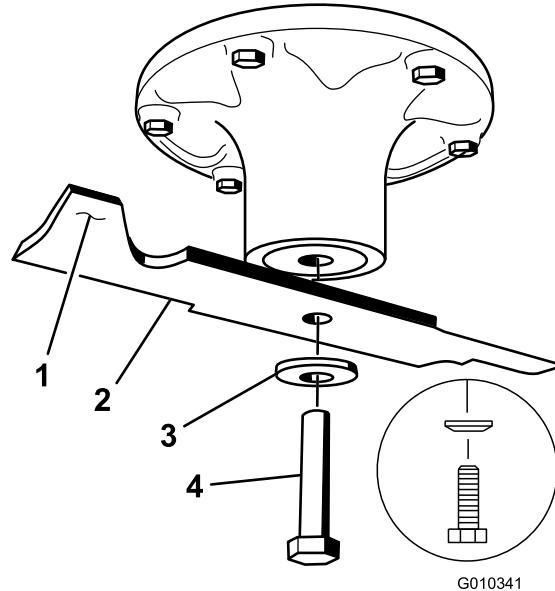

Figure 67
Tenez la lame par son extrémité avec un chiffon ou un gant épais. Enlevez de l'axe, le boulon, la rondelle bombée et la lame (Figure 67).
utilisée. Si la lame est déséquilibrée, limez un peu l'extrême de l'ailette seulement (Figure 67). Répétez la procédure jusqu'à ce que la lame soit équilibrée.
1. Placez la lame sur l'axe (Figure 67).
2. Installez la rondelle élastique et le boulon de la lame. Le cône de la rondelle élastique doit être dirigé vers la tête du boulon (Figure 67). Serrez le boulon de lame à un couple de 135 à 150 N·m.